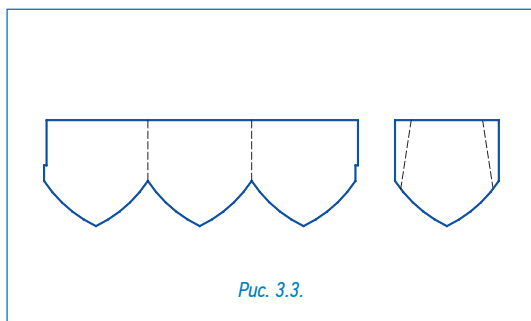

Рис. 3.3.
5. Далее для устройства последующих рядов черепицы необходимо формировать каждый отдельный лепесток, причем, согласно разметке, вырезать их с каждым рядом все уже и уже (рис. 3.3);